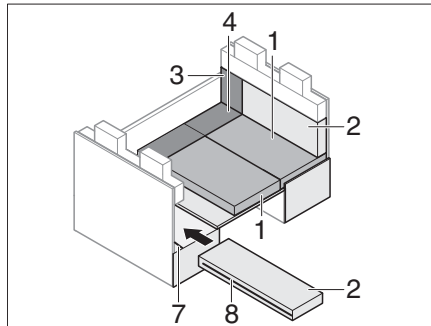

Bild 182 Medan ombyggnaden pågår
- Öppna blixtlåset (Bild 182,8) på ryggdynan.
- Placera spåret i ryggdynan över ISOFIX-traversen (Bild 182,7).